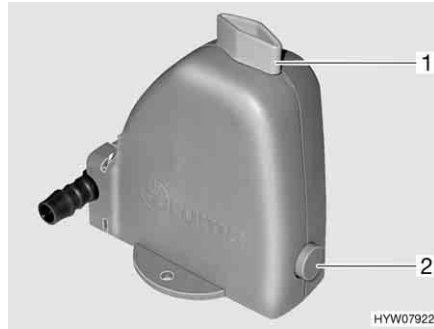

Bild 197 Varmvattenberedarens säkerhets-/avtappningsventil
Varmvattenberedaren är utrustad med en säkerhets-/avtappningsventil (Bild 197). Säkerhets-/avtappningsventilen gör så att vattnet i varmvattenberedaren inte kallnar när det är frost och värmen inte är påslagen.
- Säkerhets-/avtappningsventilen stängs. Ställ vredet (Bild 197,1) diagonalt mot säkerhets-/avtappningsventilen och tryck in tryckknappen (Bild 197,2).
- Öppna säkerhets-/avtappningsventil. Vrid då vredet (Bild 197,1) mot säkerhets-/avtappningsventilen. Tryckknappen (Bild 197,2) skjuts ut. Nu töms varmvattenberedaren via säkerhets-/avtappningsventilen utomhus.